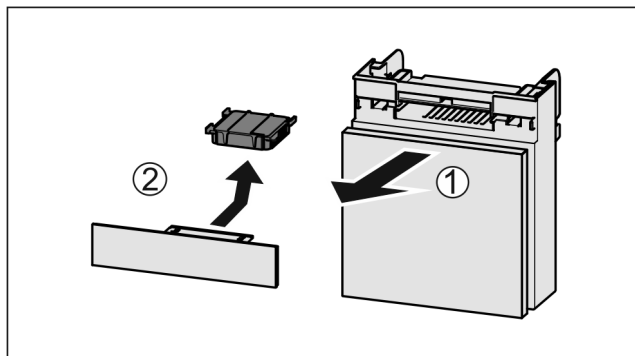

Fig. 132
- ▶ Estrarre il vano tirando in avanti Fig. 132 (1).
- ▶ Rimuovere il filtro a carboni attivi Fig. 132 (2).